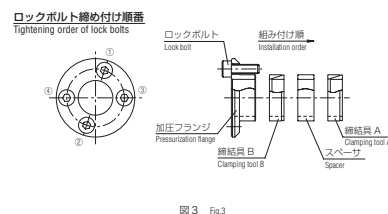

図3 Fig.3
3. ローラピニオンに締結部品を締結具A、スペーサ、締結具B、加圧フランジの順に組み込んで下さい。このとき締結具の向きはインナーリングが奥側になるようにして下さい。(図3)
Install the clamping tool parts in order of the clamping tool A, the space, the clamping tool B and the pressure flange. At this time, the inner ring of the clamping tool should be on the back side. (Fig. 3)
7. 調整後、ロックボルトを対角線の順に(図3)それぞれ所定トルクの約1/4にて均等に締め付け、徐々に締め付け力を増して締め付けて下さい。
After the adjustment, fasten the lock bolts diagonally (Fig. 3) and uniformly starting at 25% or so of the recommended tightening torque with gradual increase.